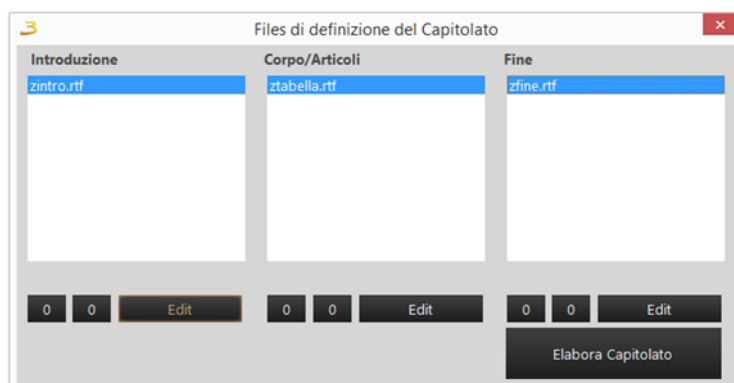

Figura 4.36: Capitolato
**CAPITOLATO:** modifica dei file di definizione del capitolato, figura 4.36;